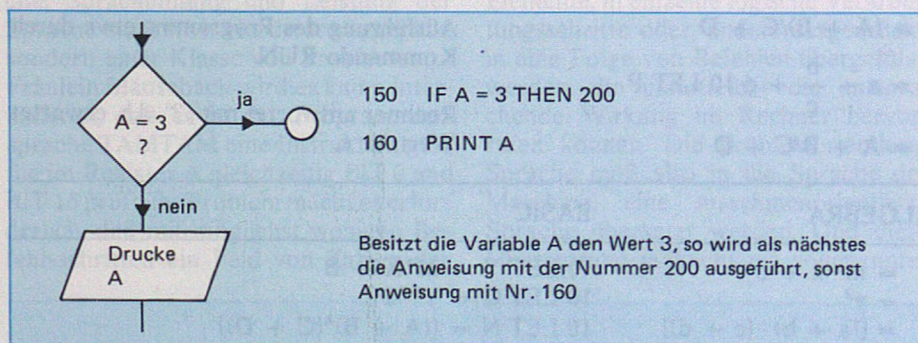

Bild 5
(B) Im Programmablaufplan haben wir Bedingungen formuliert mit Bild 5.